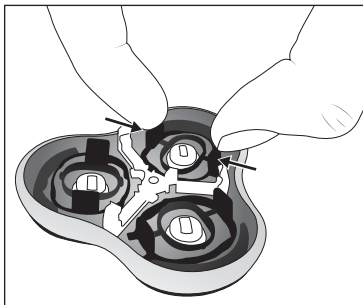

Fig. 3
- 2) Apăsăți cele două cleme proeminente și detașați suporturile negre ale capetelor de tăiere din elementele de blocare (a se vedea fig. 3). Acum puteți îndepărta capetele de tăiere și cușitele.